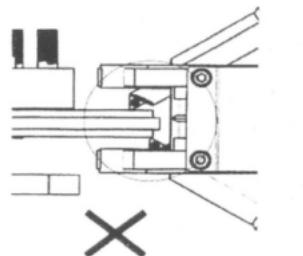

Рисунок 21
4. Двигайтесь по направляющим к центру тормозного диска, до тех пор, пока поперечная линия блока проточки не совпадет с продольным сечением тормозного диска (рис.21 и 22). Выставьте блок проточки по центральной линии, или максимум на 2 мм вглубь машины.